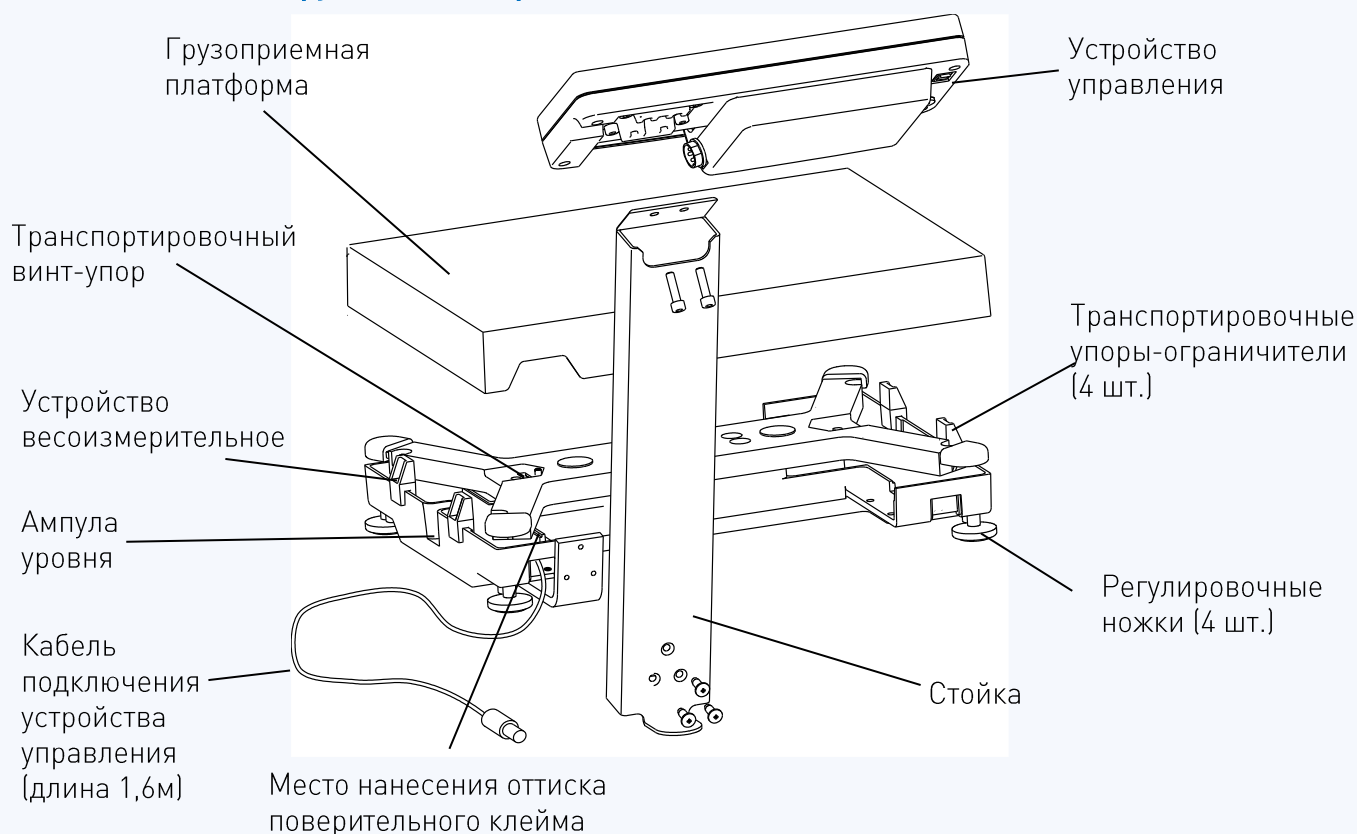

Рис. 5.1. - Весы МК_AB11
Конструкция весов представлена на Рис. 5.1.
- нанести на весы оттиск поверительного клейма (см. Рис. 5.1);